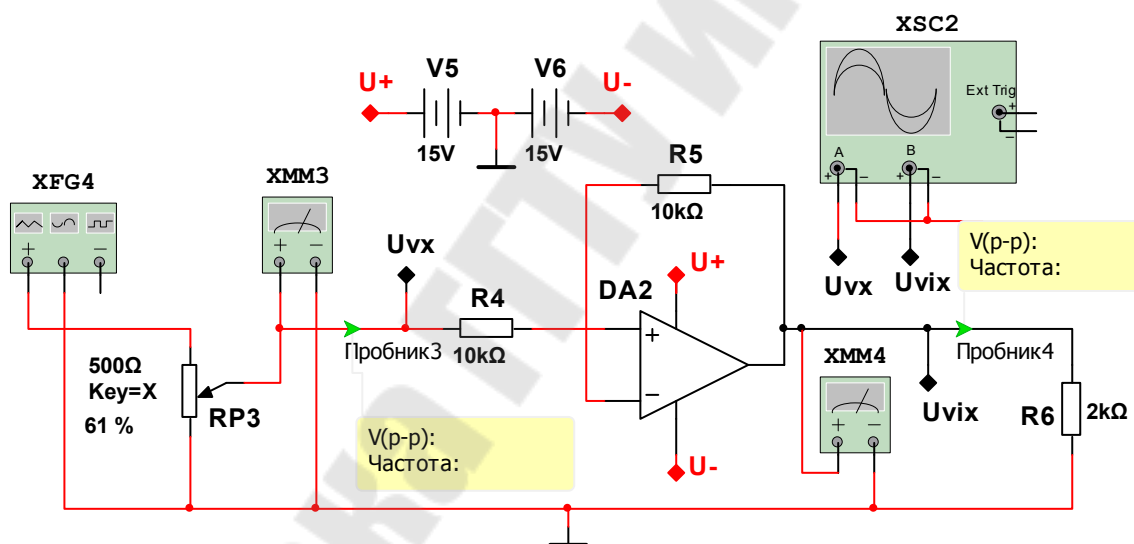

Рис. 4.3. Схема повторителя
7. Собрать схему повторителя на ОУ (рис. 4.3). На рис. 4.3 обозначено: V5, V6 – источники постоянного напряжения; DA2 – операционный усилитель; RP3 – потенциометр для регулировки входного напряжения; R4 – резистор на неинвертирующем входе операционного усилителя; R5 – резистор обратной связи; R6 – нагрузочное сопротивление; XMM3 и XMM4 – мультиметры в режиме измерения переменного напряжения; XFG4 – функциональный генератор; XSC2 – осциллограф.
9. Привести осциллограммы напряжений в точках подключения осциллографа (рис. 4.3). Обратит внимание на фазу напряжения на входе и на выходе усилителя. Построить передаточную характеристику для одного из значений сопротивлений. Определить коэффициент усиления схемы по напряжению. Сделать выводы о назначении повторителя.